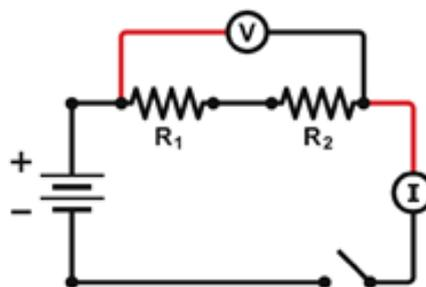

Figura 5.3: Circuito em série.
1. Monte o circuito mostrado na Figura 5.3. Use um resistor de  $10\Omega$  como  $R_1$  e outro idêntico como  $R_2$ .